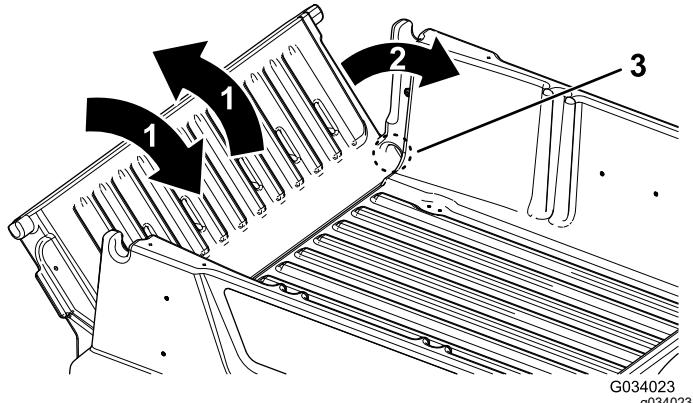

Figura 16
2. Ruotate la sponda posteriore in posizione di circa 45° (Figura 16).
3. Agitate con un movimento rapido per ruotare la sponda posteriore avanti e indietro più volte (Figura 16).